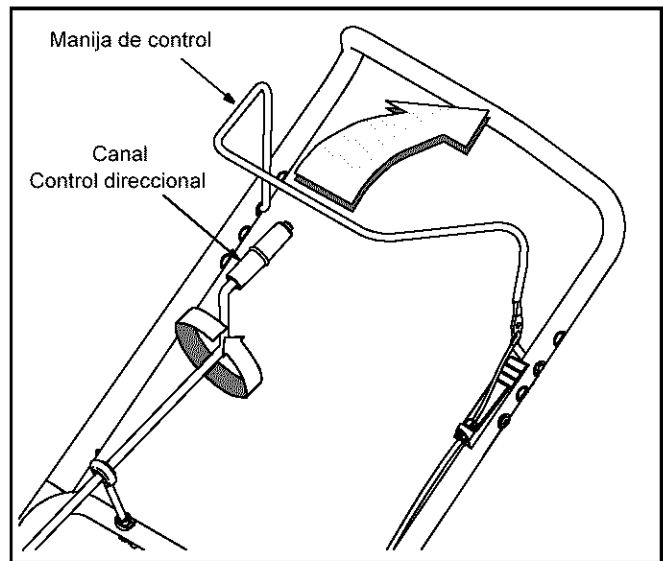

Figura 7
- Gire el control direccional del canal para poner la abertura del canal de descarga en la dirección deseada. Ver Figura 7.
- Para engranar la barrena apriete la manija de control contra la manija superior. Ver Figura 7.